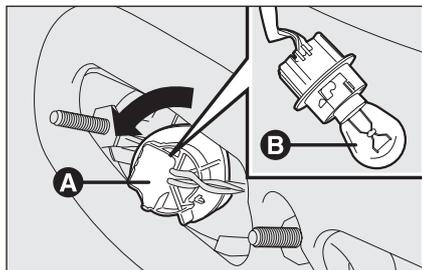

fig. 32
- ruotare in senso antiorario il portalampada **A-fig. 32**, estrarre la lampada **B** e sostituirla;